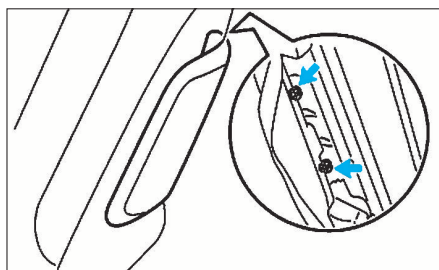

FIG. 12
- Déposer les deux écrous de fixation puis déposer l'airbag (fig. 12).